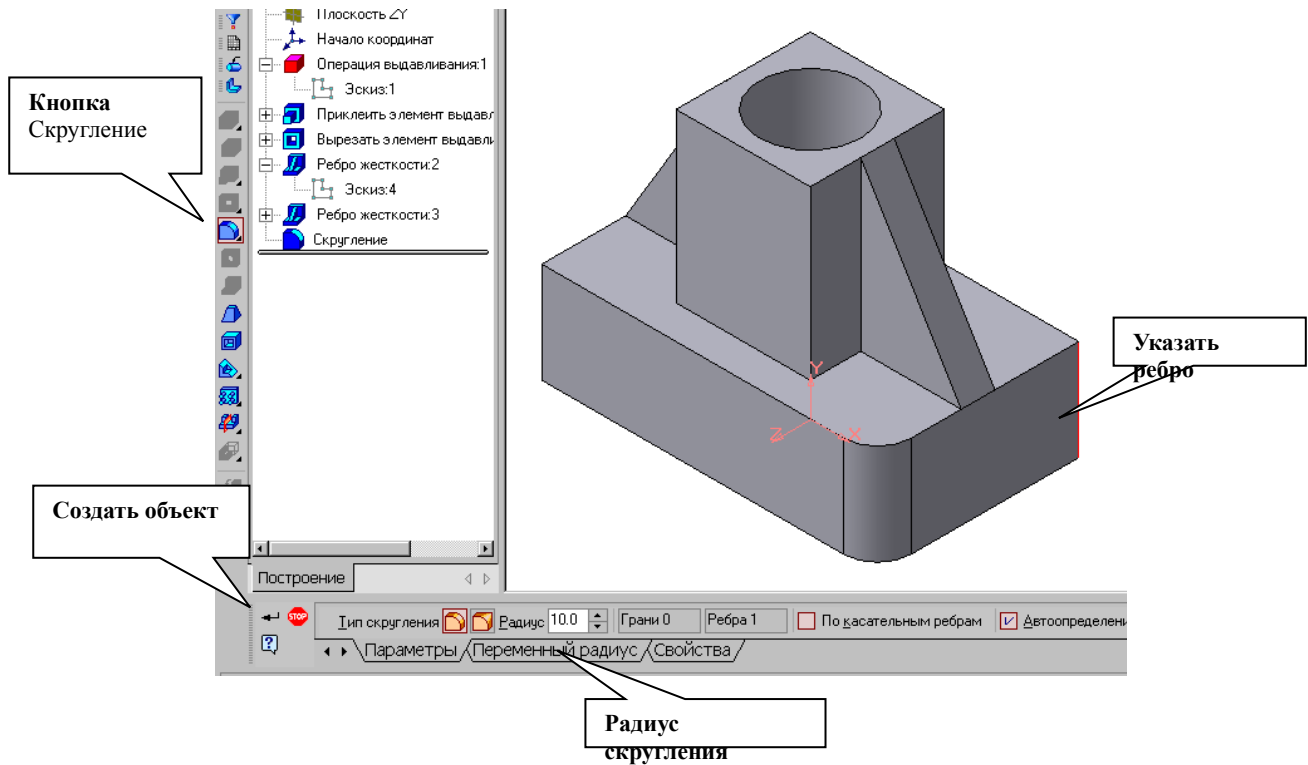

Рис.12 Построение скругления ребер
6. Для того чтобы скруглить вертикальные углы основания детали, используем кнопку  Скругление (рис.12), на панели свойств задаем радиус скругления 10 мм и указываем курсором ребро основания. Затем нажимаем кнопку Создать объект.